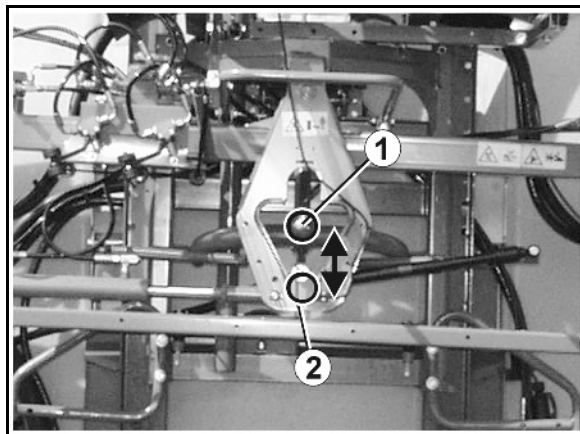

Bild 60
Frigöring av svängningsdämpning (Bild 60/1):
- Då svängningsdämpningen (Bild 60/1), är frigjord, indikeras detta i **AMATRON⁺** displayen med en öppen hänglås-symbol.
- Svängningsdämpningen (Bild 60/1) frigörs och de utfällda rampsidorna kan pendla fritt. Svängningsdämpningens skyddsanordning är här demonterad för att ge bättre åskådlighet.
Låsning av svängningsdämpning (Bild 60/2):
Svängningsdämpningen (Bild 60/2), är låst då man i **AMATRON⁺** displayen ser en stängd hänglås-symbol